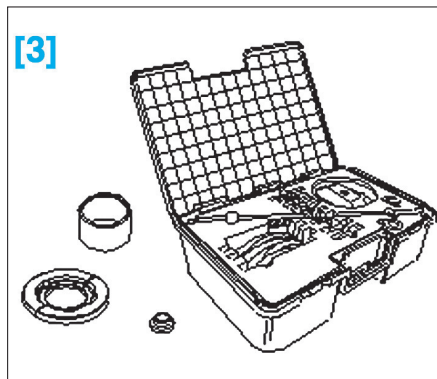

FIG. 57
- [3]. Dispositif de montage Ref. T10205 (Fig.57).